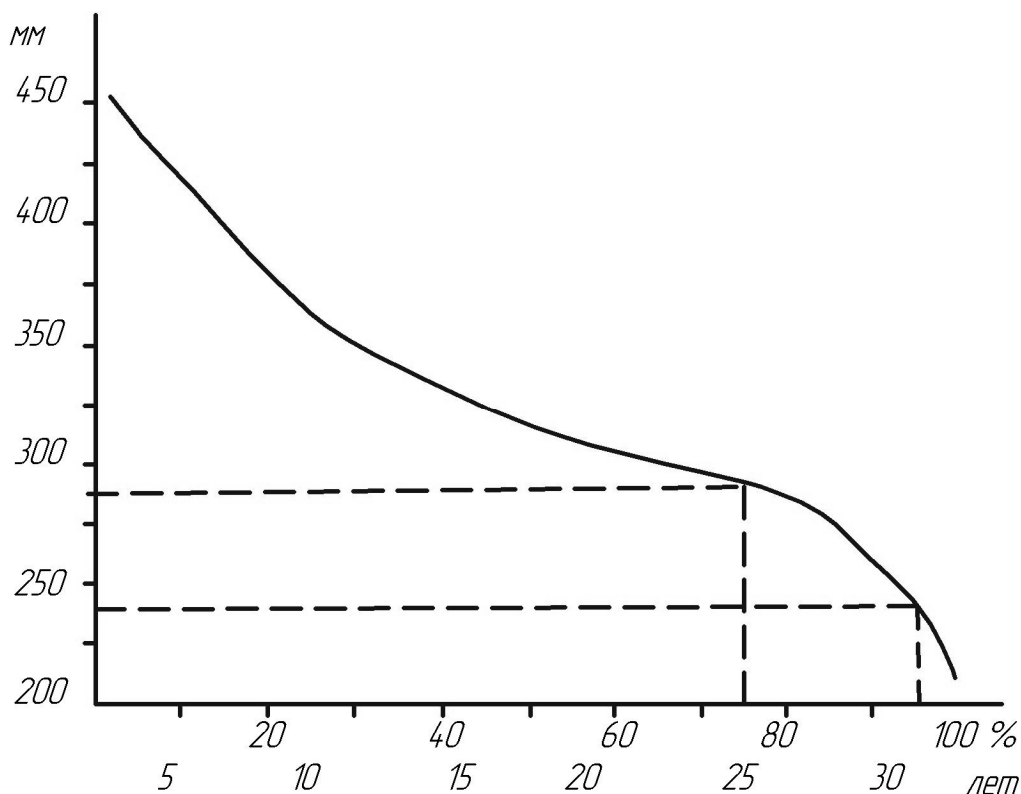

Рис. 1. Кривая обеспеченности осадков
На оси абсцисс откладывают число лет наблюдений в процентах, принимая общее количество лет (30) за 100 (рис. 1). На ординате - количество осадков в интервалах классов. По этим данным строят кривую обеспеченности и затем ее используют для нахождения абсолютных величин осадков расчетной обеспеченности. Для этого из точек на оси абсцисс, соответствующих заданному проценту обеспеченности (например, 95%), восстанавливают перпендикуляр до пересечения с кривой. Из точек пересечения проводят линию, параллельную оси абсцисс до пересечения с осью ординат. Эта точка на ординате показывает количество осадков, соответствующих искомой обеспеченности.
Находим по графику (рис.1) количество осадков, которое соответствует 75% обеспеченности  $O_{с75} = 285$  мм и 95% обеспеченности  $O_{с95} = 235$  мм. Аналогичным образом рассчитывают обеспеченности осадков вегетационного периода, паводков на реках, дренажного стока и др. Оросительные системы с размещением зерновых культур рассчитывают на 90-95% обеспеченности осадков теплого периода; многолетних трав 70-75%. Дамбы обвалования
2. Осадки расчетной обеспеченности (95 и 75%), используемые в вегетационный период мм ( $O_c$ ), берем из задачи 1:  $O_{c75} = 285 \text{ мм}$  и  $O_{c95} = 235 \text{ мм}$  (см. рис.1).